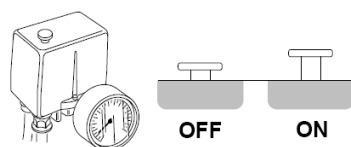

Fig. 7: Gata de funcționare
Asigurați-vă că întrerupătorul se află pe poziția „OFF” (fig. 7). Introduceți ștecherul în priză și comutați întrerupătorul acționat de buton pe „ON” (fig.7).
- Nu trageți niciodată pentru oprirea compresorului ștecherul din priză, ci comutați întotdeauna comutatorul întrerupătorului acționat de buton pe poziția „OFF” (fig.7). Acest lucru face posibilă evacuarea aerului comprimat conținut de capul compresorului și ușurează următoarea pornire. Funcționarea corectă a compresorului este identificată, după cum urmează: